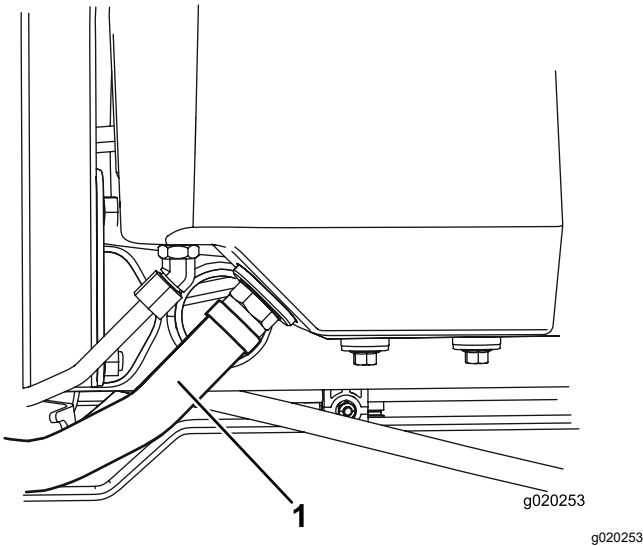

Figura 80
2. Scollegate il flessibile idraulico grande (Figura 80) dal serbatoio e lasciate fuoriuscire il fluido idraulico nella bacinella.